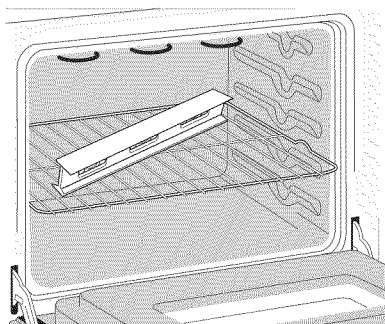

Fig 23
5. Use un nivel para verificar sus ajustes (Fig. 23).